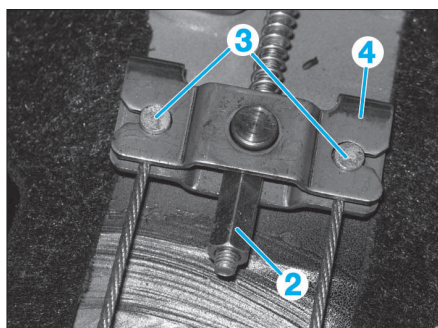

FIG. 14
- Desserrer l'écrou de réglage (2) puis détacher les câbles de commande de frein de stationnement (3) de l'étrier (4) (Fig.14).